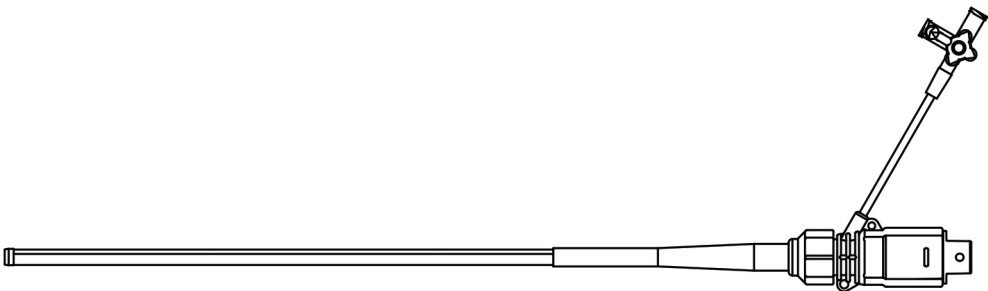

Figure 1 : Gaine
- 1. une gaine extensible (eSheath+) (Fig. 1), qui permet d'accéder au vaisseau cible tout en maintenant une hémostase et dont le diamètre peut être provisoirement agrandi afin de faire passer un dispositif.